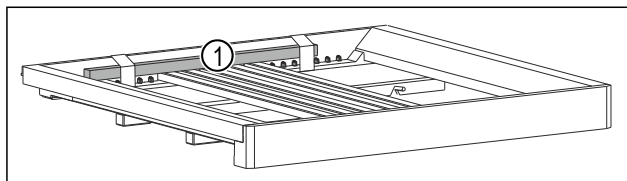

Fig. 5 *
- Odstraňte dřevěnou tyč Fig. 5 (1)*